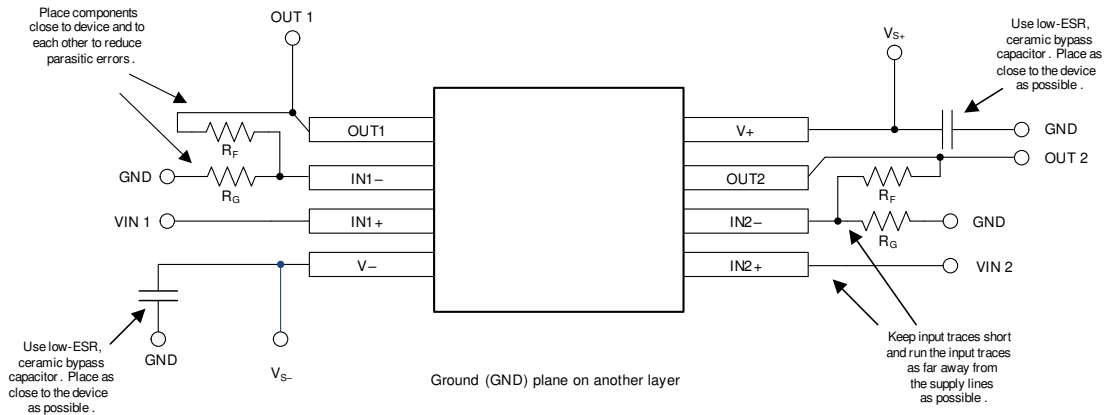

图 9-8. 布局示例
- 外部元件的位置应尽量靠近器件，如图 9-8 中所示。使  $R_F$  和  $R_G$  接近反相输入可最大限度地减小寄生电容。